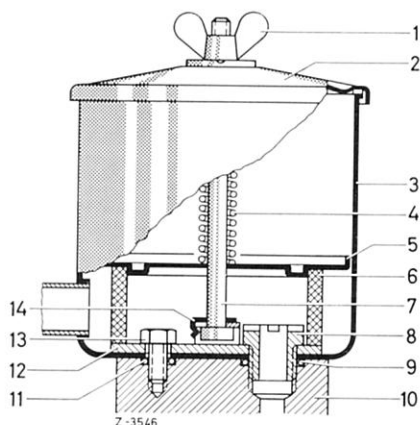

Bild 46-22/1
1 Bei der Hochdruck-Ölpumpe mit aufgesetztem Vorratsbehälter Flügelmutter (1) bzw. Sechskantmutter abschrauben und Verschußdeckel (2) mit Papierdichtung abnehmen. Druckfeder (4), Beruhigungsplatte (5) und Filterring (6) herausnehmen. Sechskantschraube (13) und Hohlschraube (8) herausschrauben. Vorratsbehälter (3) und O-Ringe (9 und 11) vom Pumpengehäuse (10) abnehmen (Bild 46-22/1).